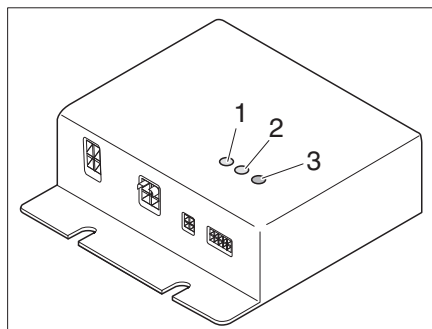

Bild 303 Reglerdon
Reglerdonet (Bild 303) finns i klädsåpet. Kontrolllamporna på reglerdonet har följande betydelse:
- Kontroll-LED (Bild 303,1) VK1 lyser grönt: värmekrets 1 är i drift
- Kontroll-LED (Bild 303,2) VK2 lyser grönt: värmekrets 2 är i drift
- Fel-LED (Bild 303,3)